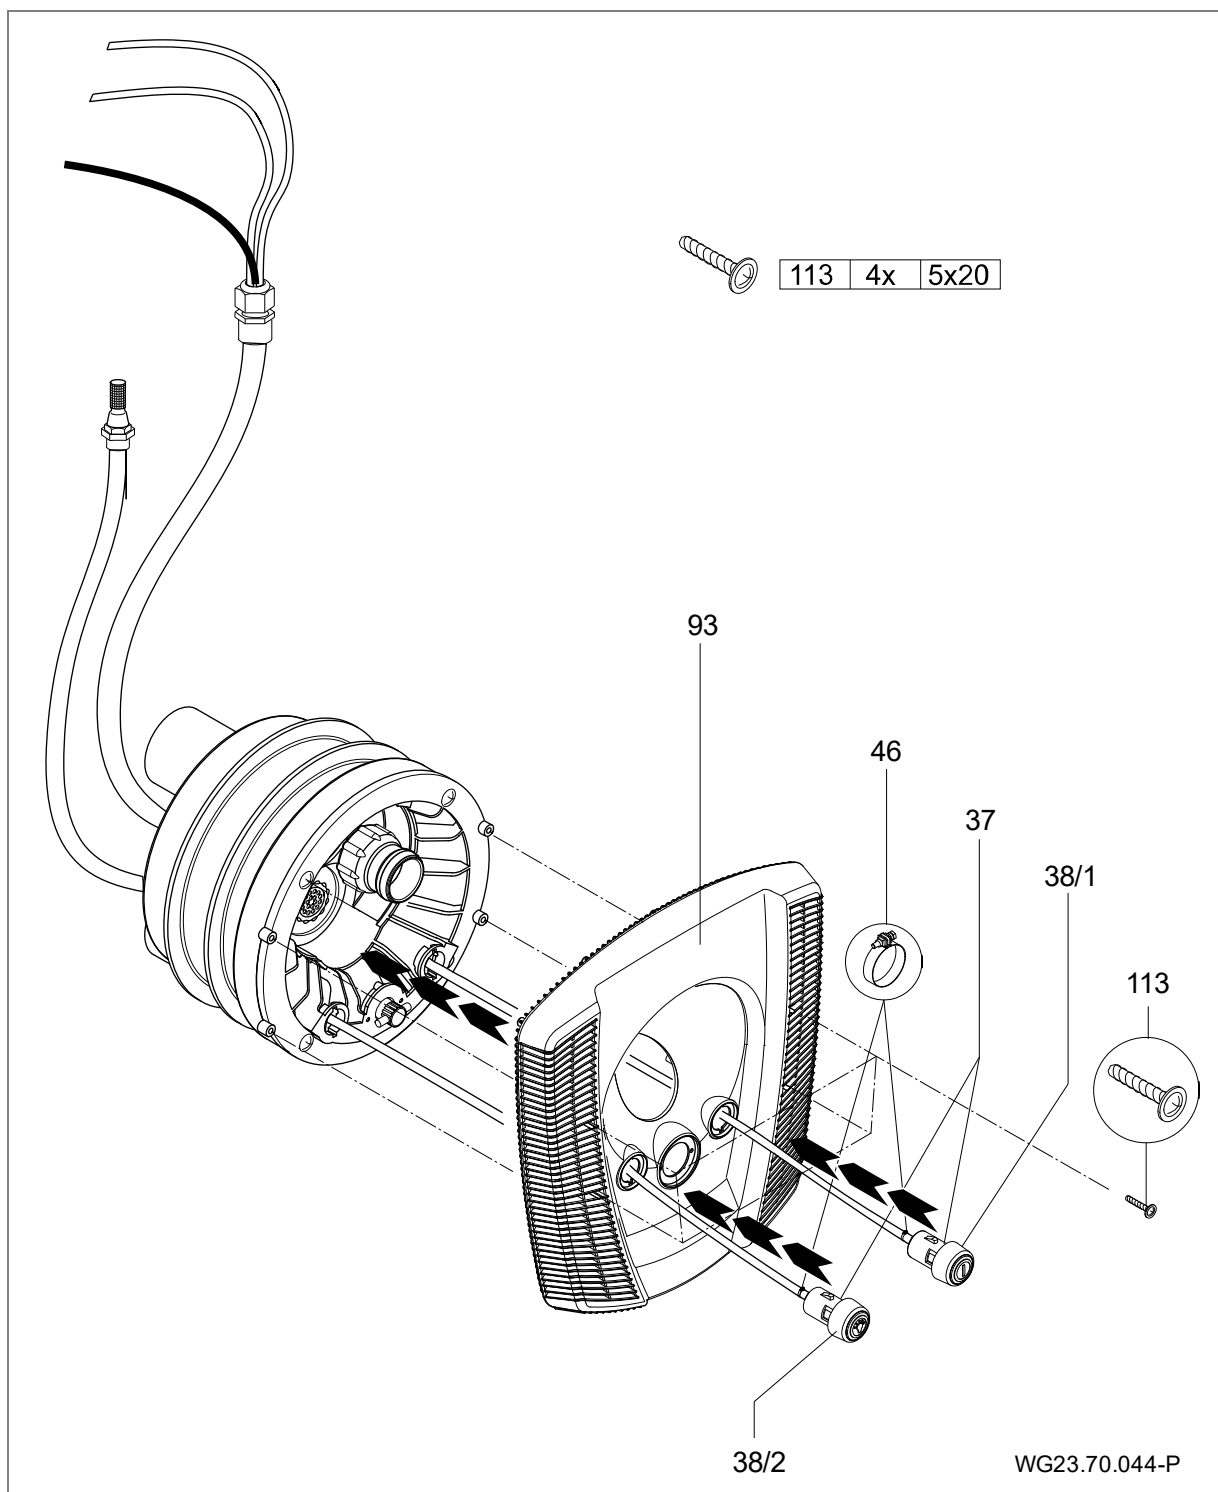

Рис. 18
6. Шланги пневмосистемы продеть в отверстия диафрагмы (93); освещение ВКЛ/ВЫКЛ слева; насос ВКЛ/ВЫКЛ справа; и зафиксировать на соответствующих выключателях с помощью зажимов (46). (Рис. 18)